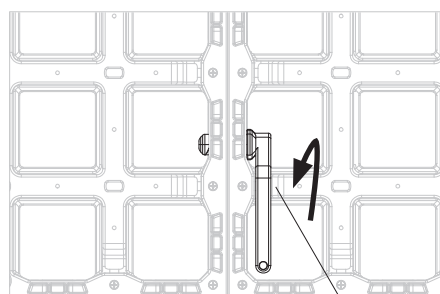

Fig. A3.03c
2. Faire pivoter la poignée jusqu’à ce qu’elle soit entièrement encastrée dans l’évidement de connexion du panneau. (Fig. A3.03c + A3.03d)